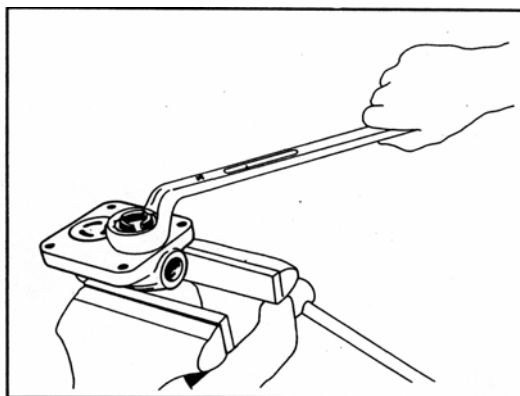

РИС. 123
- 6) Открутите гнездо всасывающего клапана от головки цилиндра специальным инструментом и удалите его вместе с диском и пружиной клапана (рис. 123).